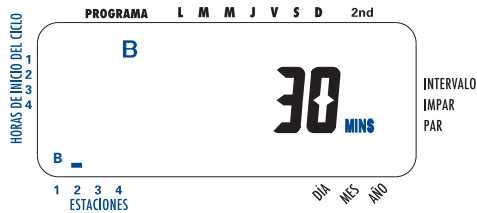

Figura 6: ingreso de la duración para el “Programa B”
- Gire la esfera rotativa a la posición **DURACIÓN DE LA ESTACIÓN** en el “programa B”. La pantalla mostrará una “B” y MINS. (MINUTOS) [Ver Figura 6].
- Presione y sostenga la tecla ▲ o ▼ para ingresar la duración de riego y presione la tecla **INGRESAR**. Debe verse una “B” sobre la estación que acaba de programar. [Ver Figura 6]